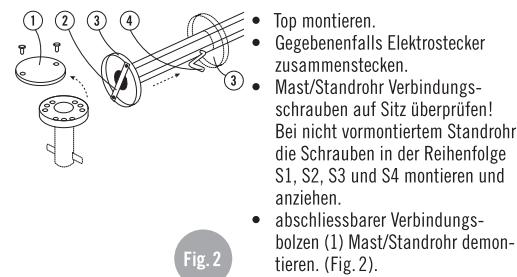

Fig. 2
- abschliessbarer Verbindungs-bolzen (1) Mast/Standrohr demon-tieren. (Fig. 2).
- Gehen Sie für die Verbindung zwischen Mast und Aufstellscharnier gleich vor wie bei Fig. 2 beschrieben.